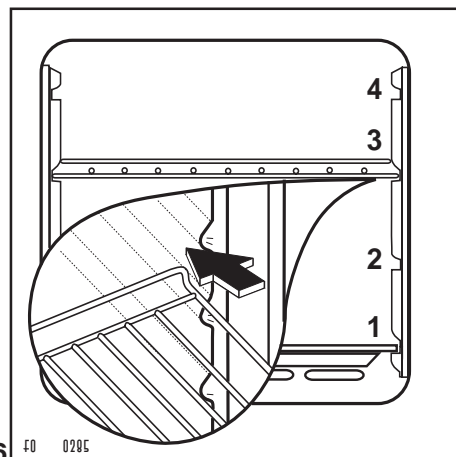

Рис. 6 FO 0285
Направляющие духового шкафа (Рис. 6)
- : Тепло подается только снизу. Этот режим может использоваться для доведения блюда до готовности или для подрумянивания его низа. При этом устанавливайте решетку на один из нижних уровней (Рис. 6).